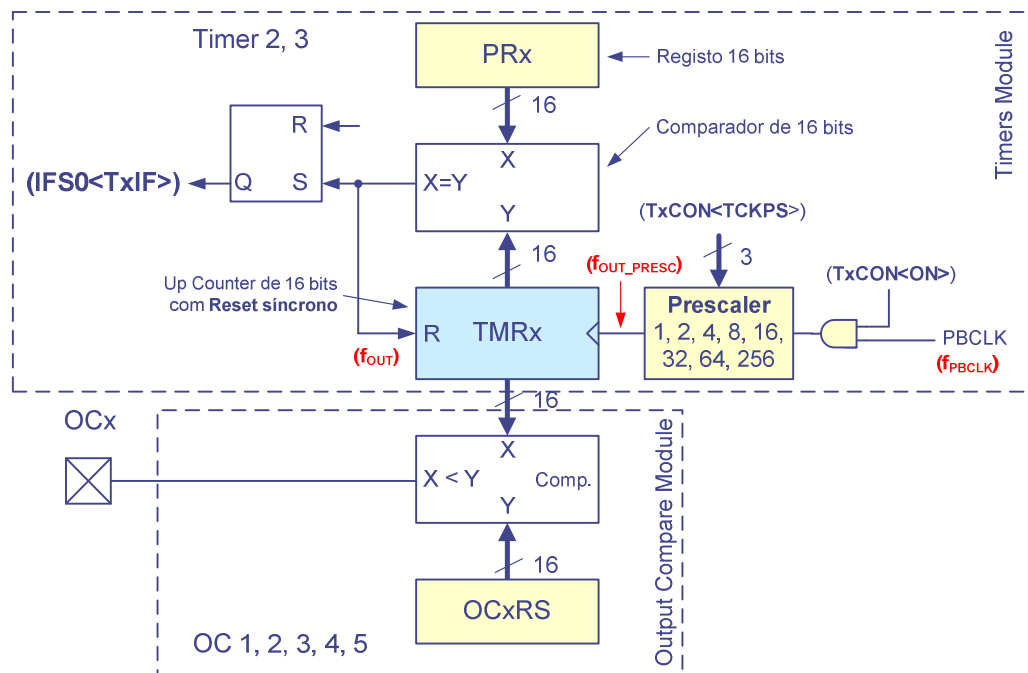

Figura 3. Diagrama de blocos do sistema de geração de sinais PWM.
No PIC32 a geração de sinais PWM é feita usando os *timers* T2 ou T3 e o *Output Compare Module* (OC). A Figura 3 apresenta o diagrama de blocos desse sistema, onde se evidencia a interligação entre o módulo correspondente aos *timers* T2 e T3 e o módulo OC.